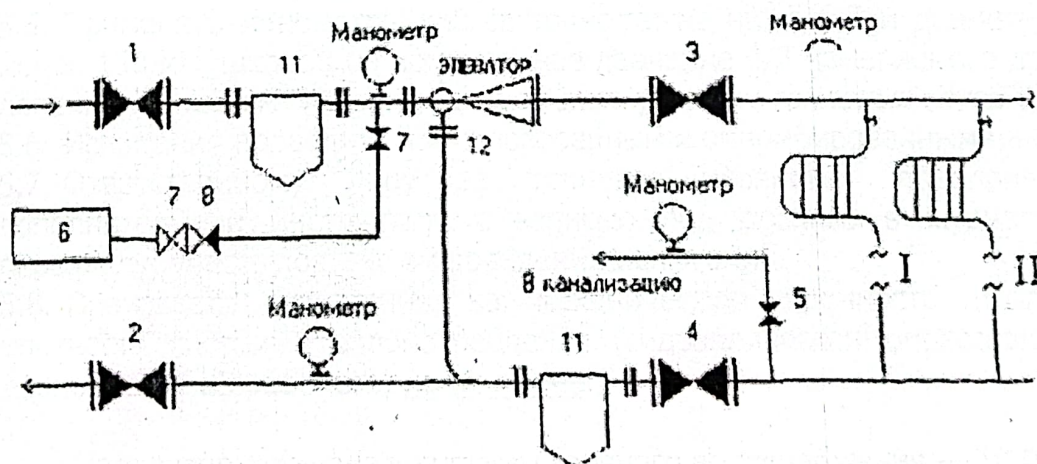

Рис. 1
- 3.12. В элеваторном узле (ИТП) собрать схему в соответствии с Рис.1.